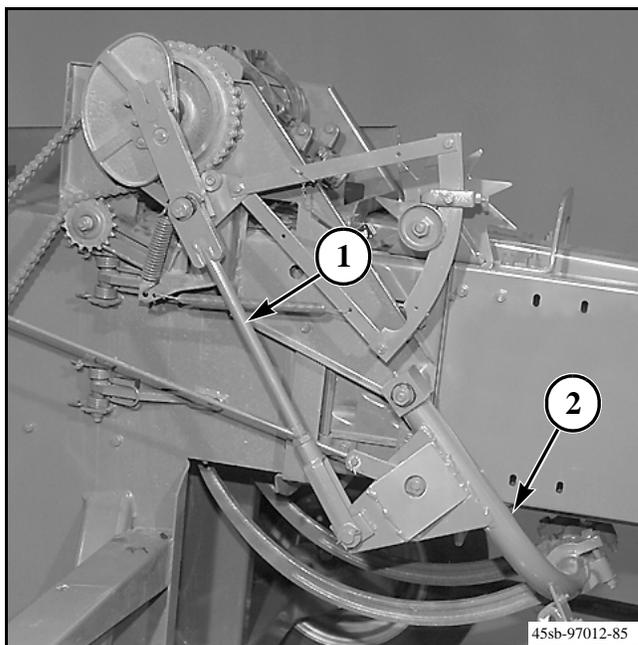

FIG. 65
FIG. 65: Desconecte la varilla de accionamiento del portador de agujas (1) del portador de agujas (2). Tire del portador de agujas hacia adelante hasta que las agujas se introduzcan en el conjunto de la anudadora de cuerda. Mueva las agujas de un lado a otro en el portador de agujas hasta que las agujas rocen levemente la superficie de la carcasa del eje de la podadera en el conjunto de la anudadora o el bastidor de la anudadora. Ajuste las agujas para que no rocen con demasiada fuerza como para que se salgan del arco de desplazamiento libre.